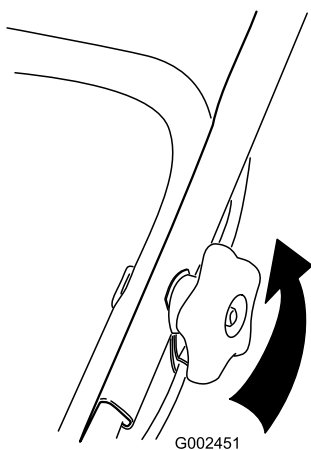

Figura 55
1. Allentare le manopole della stegola finché non è possibile muovere liberamente la stegola superiore (Figura 55).